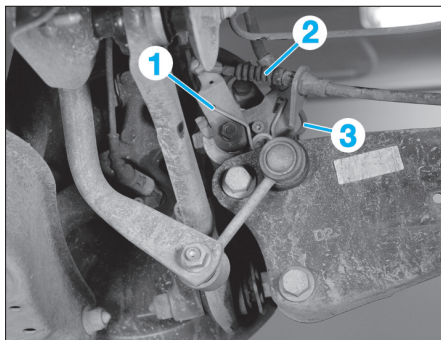

Fig. 11
- Basculer le support (1) et libérer le câble de frein à main (2) (Fig.11).